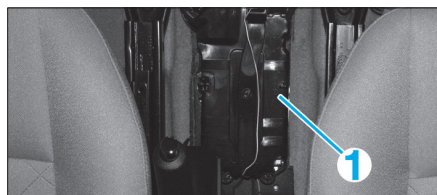

Fig. 15
• Déposer la protection (1) (Fig.15).